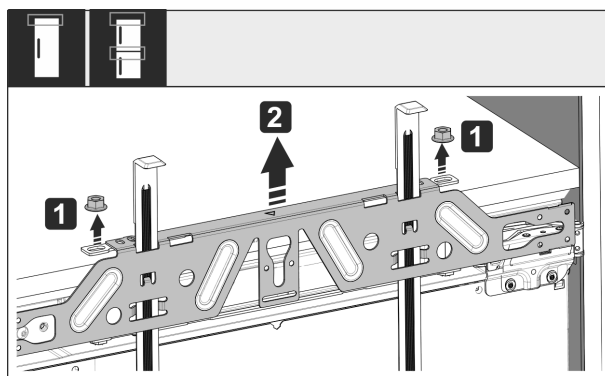

Fig. 52
- Svitare i controdadi Fig. 52 (1).
- Togliere la traversa di fissaggio Fig. 52 (2).